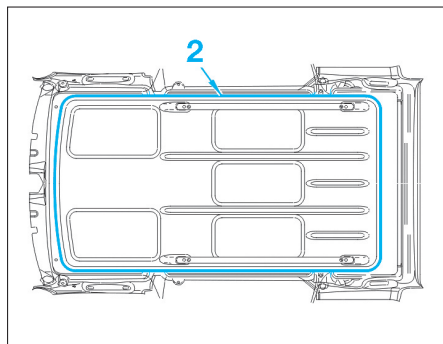

FIG. 108
- Découper à l'aide d'une scie sabre sur tout le périmètre du pavillon multifonction (Fig.108).
- Couper le cordon de colle (2), à l'aide de l'outil [1], équipé de la lame [5].